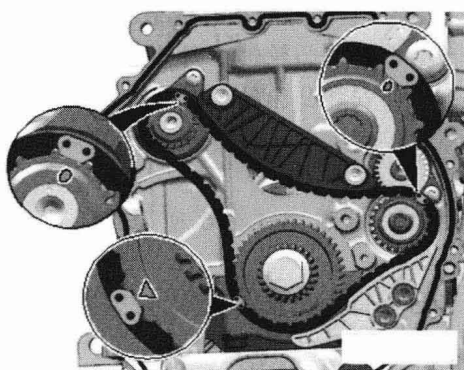

图 1-1-9
(2) 放上平衡轴正时链, 正时链的彩色链节必须定位在图 1-1-9 所示的链轮标记上。
(7) 再次检查平衡轴正时是否正确 (图 1-1-9)。